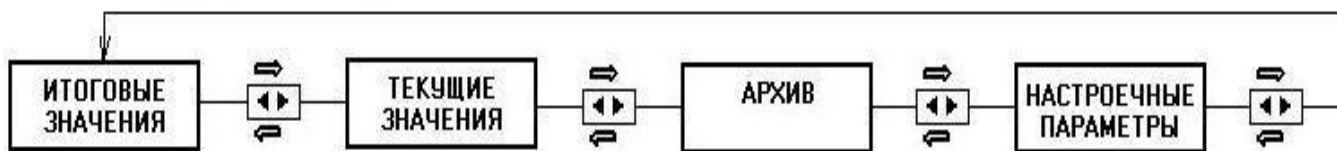

Рис. 2 Выбор уровня меню.
8.1.2 Меню имеет следующие уровни (рис. 2):
Переход между **уровнями** меню осуществляется **длительным** нажатием на кнопку ▶, возвращение на предыдущий уровень – длительным нажатием кнопки ◀ (рис.2). Выбор **пункта** уровня меню и последовательный просмотр отображаемых значений или параметров осуществляется из соответствующего уровня **кратким** нажатием кнопок ◀ или ▶ в соответствии со схемами приложений Ж, К, Л, Н.